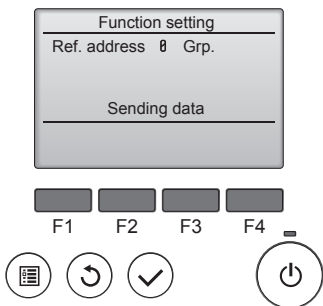

Fig. 6-15
⑤ (Fig. 6-15)
① Переход в режим выбора функции